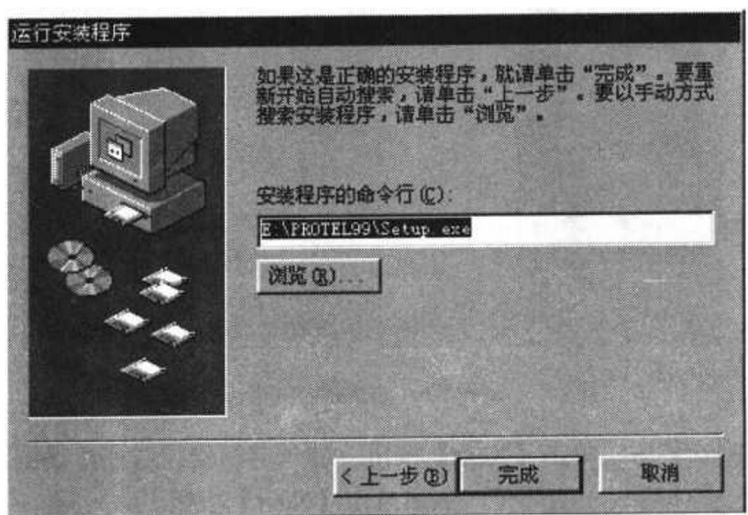

图 2-7 选定安装程序对话框
6.在该对话框中选定 Setup.exe，然后单击【打开】即退出该对话框，返回到图 2-7 的选定安装程序对话框。